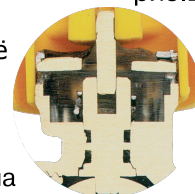

рис. 3
- предохранительное устройство для защиты от случайных протечек в трубопроводе после крана (рис.3):